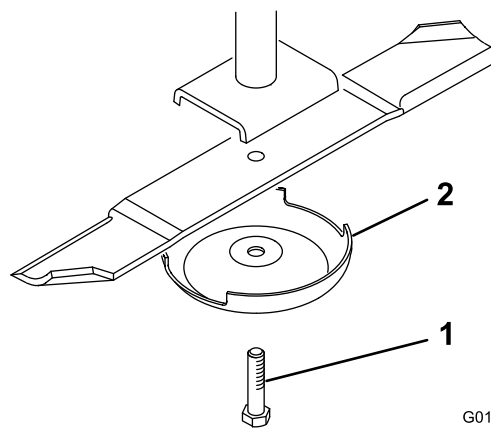

図 39
4. ぼろきれや厚いパッドの入った手袋を使ってブレードの端部をしっかりと握る。スピンドルのシャフトからブレードボルト、芝削り防止カップ、ブレードを取り外す 図 39。